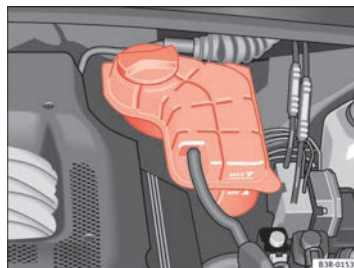

Fig. 181 Vano motore: Serbatoio del liquido di raffreddamento
- Controllare il livello del liquido di raffreddamento nel serbatoio ⇒ **fig. 181**. A motore freddo il livello deve essere compreso tra i contrassegni "min" e "max". A motore caldo può anche trovarsi leggermente al di sopra del contrassegno "max".
- Coprire con uno straccio il tappo del serbatoio di compensazione del circuito di raffreddamento ⇒ **pag. 243, fig. 181** e svitarlo **con cautela** in senso antiorario ⇒ .